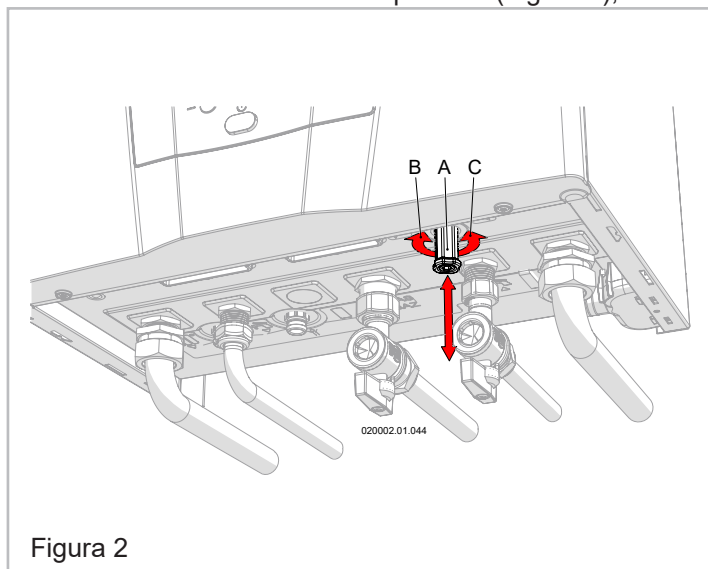

Figura 2
2. - Tirare verso il basso la manopola "A" (Figura 2);
5. - Chiudere il rubinetto di carico "A" (Figura 2) ruotandolo in senso orario;
In taluni modelli di apparecchio la manopola di carico impianto "A" (Figura 2) potrebbe essere assente. Per eseguire il carico dell'impianto agire quindi sul dispositivo previsto dall'installatore a monte dell'apparecchio stesso;
**⚠ ATTENZIONE!!!** Durante il normale funzionamento il rubinetto di carico "A" (Figura 2) deve rimanere sempre in posizione di chiusura. Se col tempo la pressione scende ripristinarne il valore corretto. Nel primo mese di funzionamento può essere necessario ripetere più volte questa operazione per togliere eventuali bolle d'aria presenti nell'impianto.